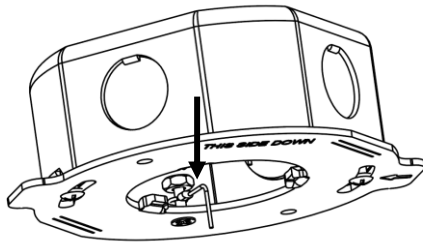

Figure 4 – Méthode A
- A) Après avoir fixé la plaque de montage au boîtier de raccordement, faire passer la vis de 12 mm à travers l'emplacement du trou indiqué dans la *figure 4*. Ensuite, faire passer l'œillet d'attache par l'extrémité supérieure de la vis de 12 mm et fixer l'œillet avec l'écrou fourni en serrant l'écrou en haut de l'œillet. La méthode A est recommandée pour faciliter l'installation du luminaire.